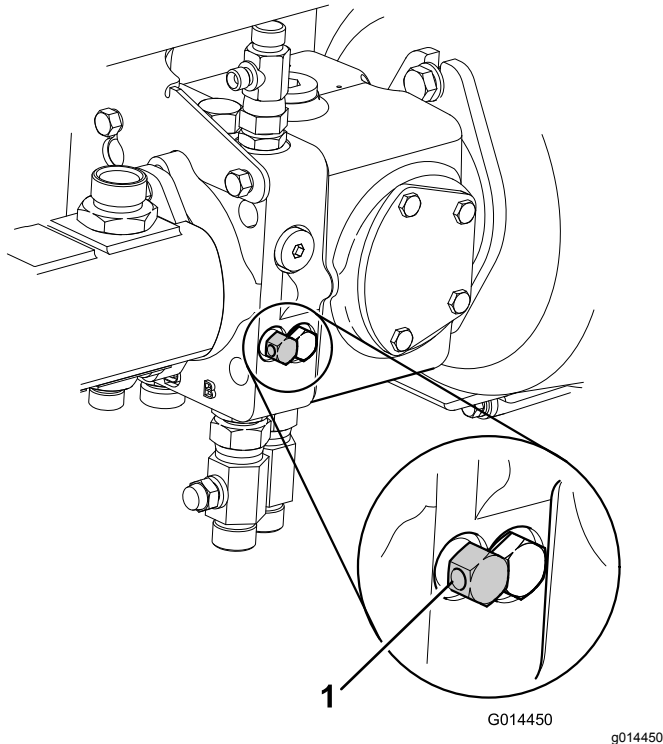

Bild 41
7. Nehmen Sie die hydraulische Betriebsbremse außer Betrieb, indem Sie das Sicherheitsventil, das unter der Getriebepumpe sitzt, um maximal drei Umdrehungen nach links drehen (Bild 41).